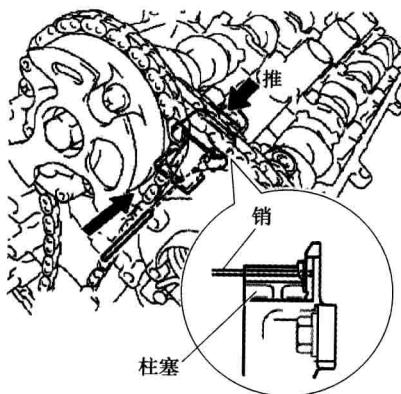

图 1-3 推下 3 号链条张紧器
- ① 推下 3 号链条张紧器时,将 $\phi 1.0\text{mm}$ (0.0394in) 的销插入孔中以将其固定到合适位置(见图 1-3)。
- ② 用扳手固定凸轮轴的六角部位并拧松螺栓。